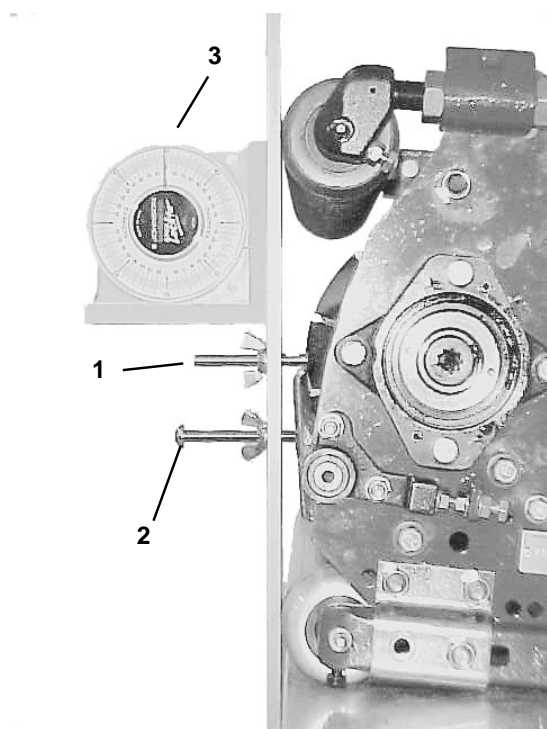

Figure 16
4. Placez le calibre en travers des rouleaux avant et arrière. La tête de la première vis doit s'adapter parfaitement sur le bord de la contre-lame, tandis que le calibre doit toucher le rouleau avant (Fig. 16).
5. Placez un indicateur d'angle sur le calibre et notez l'angle obtenu (Fig. 16).